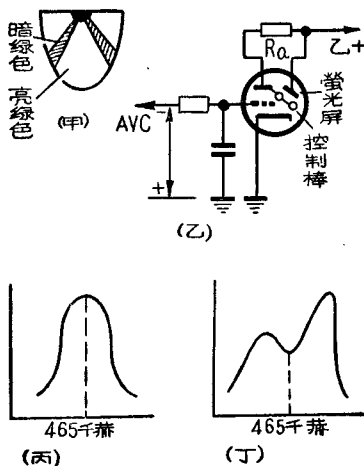

图 2.3
**2.8 问：**国产调谐指示管6E1(6E1Π)的荧光屏上受电子射击的地方是暗绿色部分还是亮绿色部分（参看图2.3,甲）？用这样的指示管，为什么大多数收音机将电台调到音质最好时亮绿色部分最大，而有个别收音机却最小？
**答：**荧光屏上受电子撞击的地方是亮绿色部分，暗绿色部分是电子受控制棒负电位排斥而射击不到的阴影部分。当调谐电台时，调到中频变压器曲线的最高点，自动控制的负电压也最大，这负电压加到指示管的栅极上，使三极管部分屏流最小，屏极电压最高，控制棒对荧光屏的负电位也就最小（图2.3,乙），电子能较多地射向荧光屏，所以亮绿色部分张开最大；同时中频变压器曲线最高点也对正中频频率（图2.3,丙），工作正常，
音质也最好。但个别收音机如果中频变压器制作和调整不良，具有图 2.3，丁那样的曲线，则当调谐旋钮转到对准曲线最高点时，指示管的亮绿色部分也张得最大，但没有对准中频频率，而且输入电路也失谐，失真很大，音质很差，而当调谐旋钮转到对准中频频率时音质最好，但输出最小，所以亮绿色部分也最小。